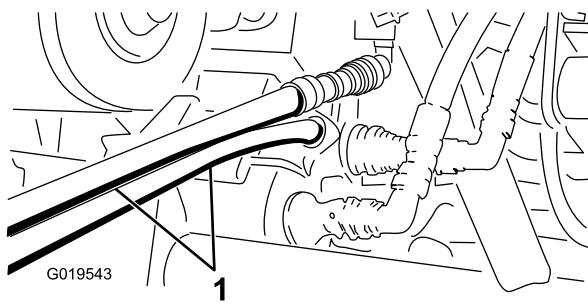

図 71
5. 救援側のワークマンのカップラブラケットにまだついているカップラに、救援用ホースを接続する上のホースは上のカップラに、下のホースは下のカップラに接続する図 71。